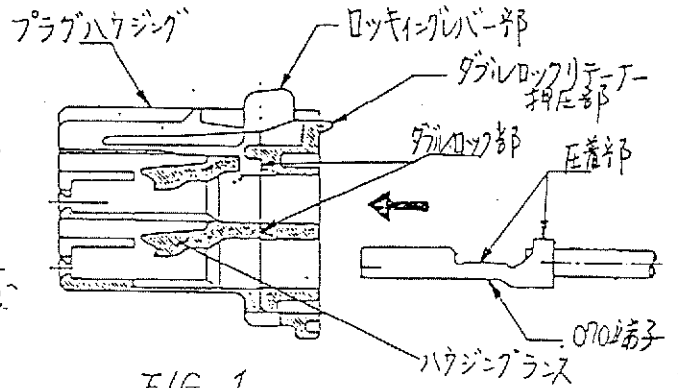

FIG. 1
(1) 端子をハウジングに装着する前に、端子の圧着不良がないか確認をしてから、右図(FIG.1)の様にはロックインバー部を上側とし、端子の圧着部を上側にして正しく装着して下さい。万一、軽く入らない時は無理に押し込む方向性を確認して下さい。尚、端子を逆方向で無理に装着するとハウジングランスを削り取ってしまう恐れがありますので注意して下さい。